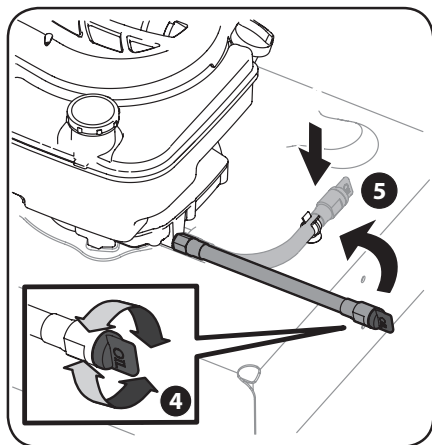

Figure 4-5
4. Après avoir vidangé l'huile, vissez le capuchon sur l'extrémité du boyau de vidange d'huile. Voir Figure 4-5.